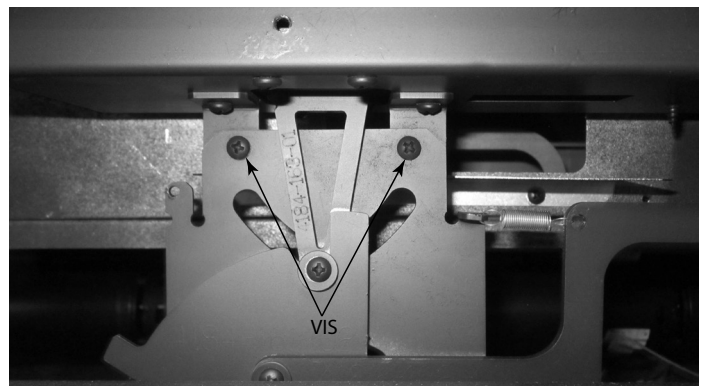

Figure 4.29 Retrait des vis
5. Tout en tenant l'ensemble de minuterie, retirez les deux (2) vis, figure 4.29, et faites glisser le bras de liaison hors de la tige et retirez l'ensemble par l'avant.